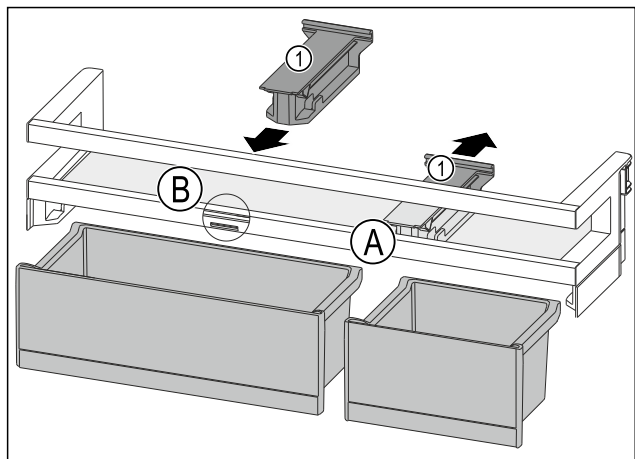

Fig. 82
- ▶ Držalni del Fig. 82 (1) odstranite nazaj v položaj Fig. 82 (A).
- ▶ Držalni del Fig. 82 (1) vstavite v položaj Fig. 82 (B).